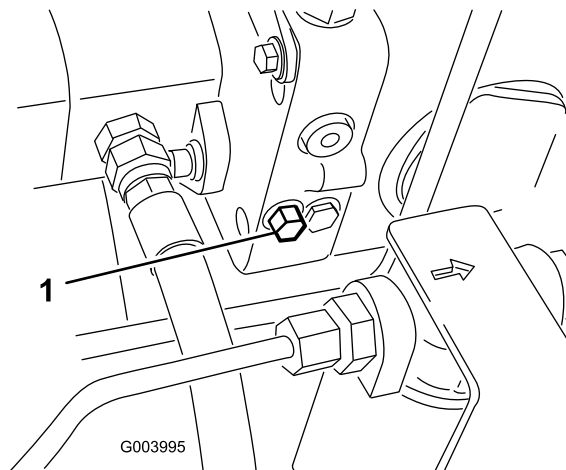

图34
1. 将旁通阀螺栓旋转 1-1/2 圈打开旁通阀并允许油在内部分流 图34。